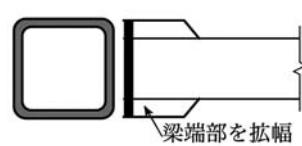

図4 梁端部拡幅工法
脆性破断は、欠陥などの歪集中域に発生した延性亀裂が起点となり脆性亀裂に転移して急激に破断する現象と言われている。溶接によって発生する様々な欠陥は歪集中源になる。高韌性化されたS N鋼によって脆性破壊発生条件の③に対応したことになる。しかし、繰返し塑性変形を受けると低韌性化するので、その対策として図4の拡幅工法が